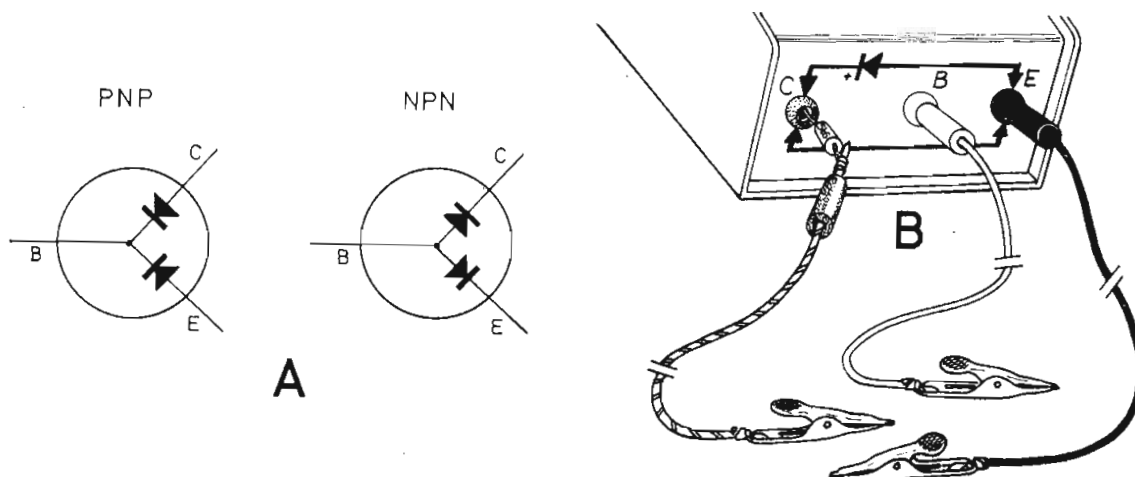

Figure 6 — Composition du transistor et disposition du TD-2 pour l'identification
Les essais d'identification consistent à localiser les deux éléments diodes du transistor, représentés schématiquement sur la figure 6-A. Si en effectuant l'essai d'une des diodes celle-ci ne se comportait pas comme telle (sans courant direct —ouvert— ou avec courant direct dans les deux sens —court-circuité) il sera évident que le transistor est endommagé et vous n'aurez pas à poursuivre son identification.
- 2) Placez les cordons de mesure noir et blanc (respectivement émetteur et base) dans leurs prises femelles correspondantes, de même couleur. Prenez une résistance de 4.700 à 5.600 ohms (pour la protection) et placez-la entre la fiche rouge et la prise de même couleur (collecteur). La disposition sera celle montrée sur la figure 6-B.